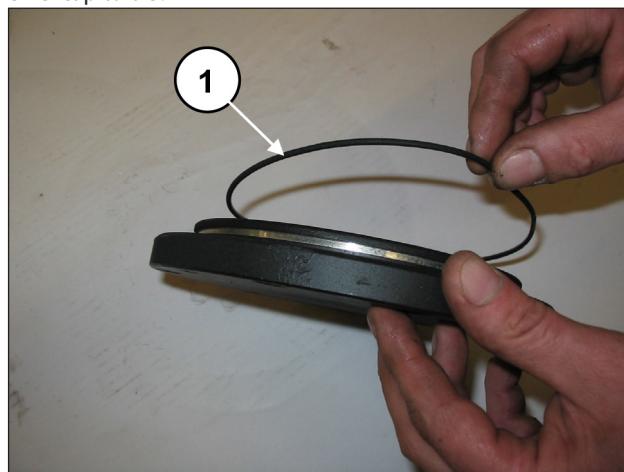
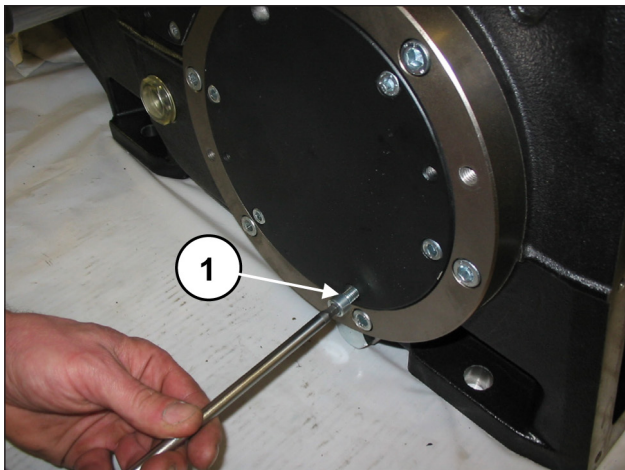

Fig. 89
Fig. 90
Montar las dos tapas del cojinete junto con las juntas tóricas (pos. ①, Fig. 89) y fijarlas con los 6+6 tornillos M8x20 (pos. ①, Fig. 90).